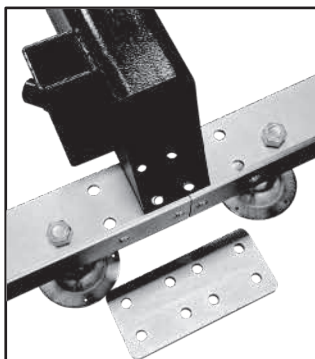

Fig. 13
Étape 9 : Installer le support de grume de raccordement de rail et la plaque. Installez le support de grume de raccordement de rail avec la plaque de raccordement de rail placée sous les rails (fig. 13). Utilisez huit boulons à bride à tête hexagonale M10 et écrous de blocage à tête hexagonale M10 de chaque côté du support de grume de raccordement de rail. NE SERREZ PAS LES BOULONS ET LES ÉCROUS POUR LE MOMENT.